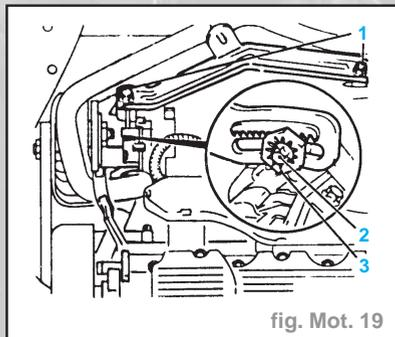

fig. Mot. 19
- Déposer les vis de fixation (1) et enlever le support de l'alternateur (fig. Mot. 19).